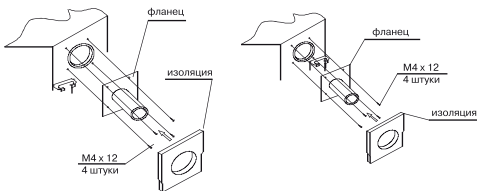

Рис. 14
8. Закрепите фланец и заизолируйте его (Рис. 14).